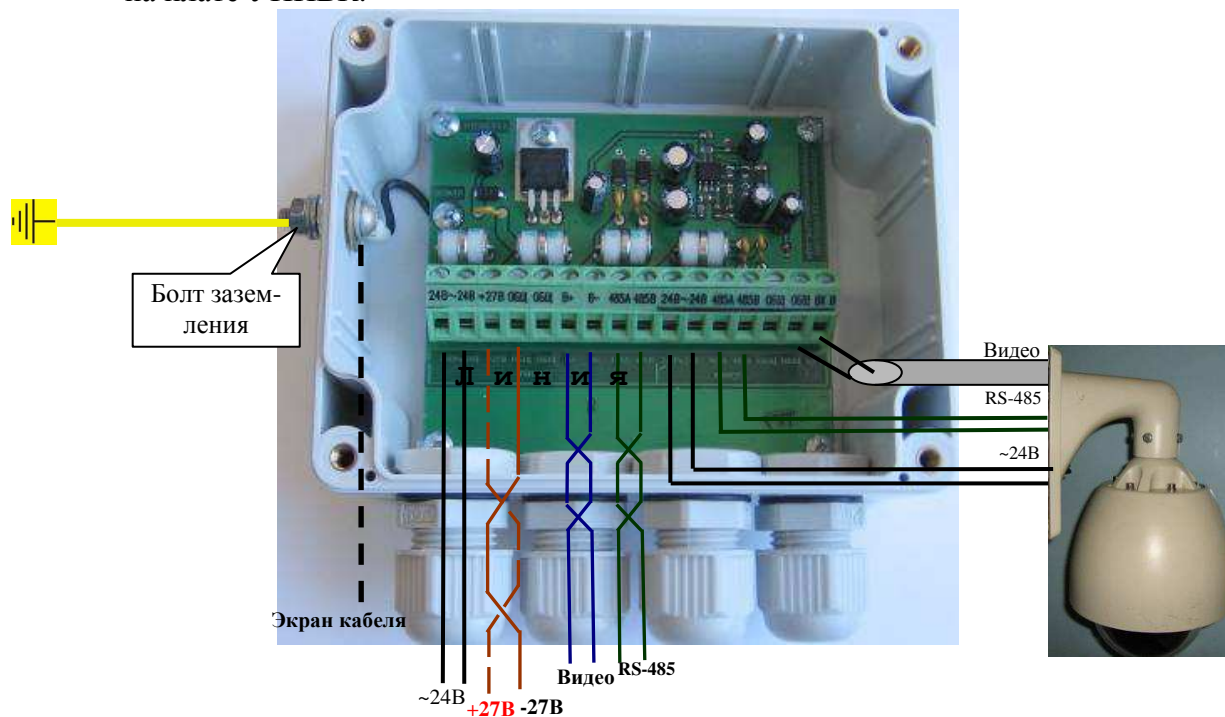

Рисунок 9.16 Подключение кабелей к УППВК.
- **Монтаж УППВК.** Расположите УППВК вблизи от ПВК. Установите корпус УППВК гермовводами вниз. Снимите крышку УППВК, открутив 4 винта. Закрепите с помощью шурупов корпус УППВК к поверхности (стене и т.п.) через отверстия в корпусе. Разметка крепления корпуса УППВК представлена на рисунке 9.6. Подсоедините заземляющий провод к болту заземления, расположенного на боковой стенке УППВК (рис. 9.16).
- **Монтаж проводов от УППВК к ПВК.** Подсоедините (продев через гермоввод) провода питания и видеоканала от ПВК к УППВК как представлено на рис.9.16. Коаксиальный кабель подсоедините центральной жилой к клемме «Видео», а оплеткой - к клемме «общ». Подсоедините провода питания и управления ПВК согласно маркировке на плате УППВК.
- **Подсоединение линии связи и питания к УППВК.** Подсоедините провода питания и линии связи (продев через гермовводы) к клеммам «Линия» УППВК (рис. 9.16). Провода из одной пары должны быть подключены к цепям одного функционального назначения.